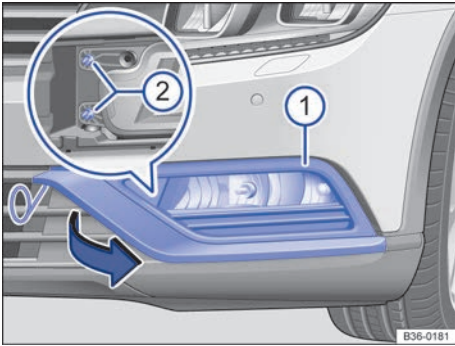

Fig. 311 En el lado izquierdo del paragolpes delantero: faro para la luz antiniebla y la luz diurna.
2. Introduzca el gancho de alambre de las herramientas de a bordo → pág. 440 en el rebaje tal y como se muestra y tire de la cubierta → **fig. 311** **U** hacia delante, en el sentido de la flecha, con el gancho.
3. Desenrosque los tornillos de fijación del faro → **fig. 311** **U** con el destornillador.
12. Enrosque los tornillos de fijación del faro → **fig. 311** **U**.
13. Vuelva a colocar la cubierta → **fig. 311** **U** en el paragolpes y encástrela.